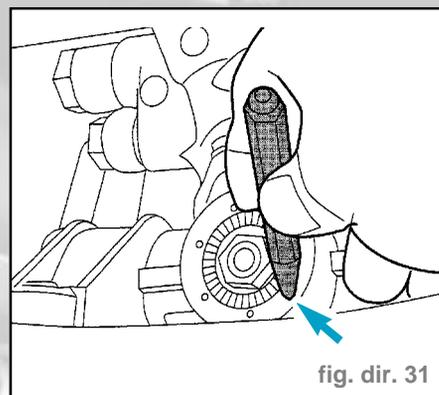

fig. dir. 31
- Bloquer l'écrou de réglage en appliquant un coup de pointeau dans l'embase du carter du mécanisme de direction (fig. dir. 31).